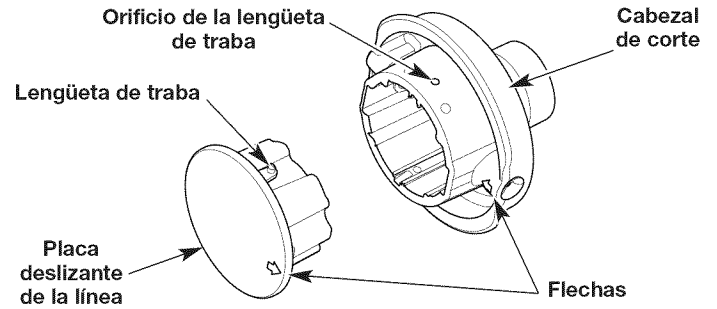

Fig. 15
2. Inserte un destornillador Phillips pequeño en el orificio de la lengüeta de traba y empujela hacia adentro (Fig. 15). Al mismo tiempo, hale la placa deslizante de la línea fuera del cabezal de corte.
4. Alinee la flecha de la placa deslizante de la línea con la flecha en el cabezal de corte (Fig.15).